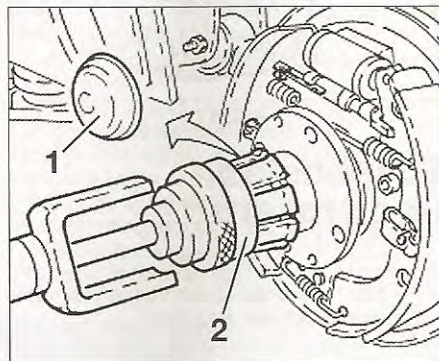

FIG. 23
- Desmontar el capuchón (1) del cubo con un útil adaptado (2) (fig. 23).